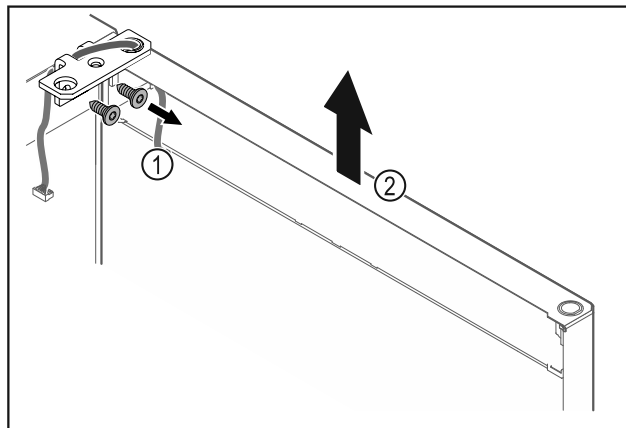

Fig. 19
- ▶ Skruva av gångjärnsfästet Fig. 19 (1).
- ▶ Lyft dörren rakt uppåt med gångjärnsfästet Fig. 19 (2) ca 200 mm och ta av den.